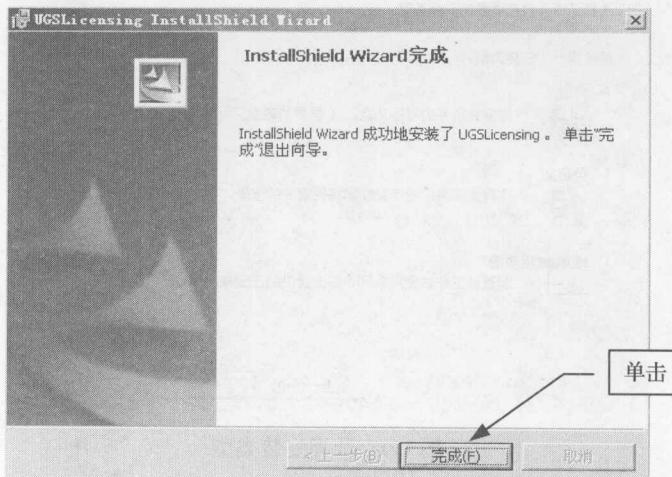

图1-7 完成许可证安装
9. 当安装完成后，单击对话框中的“完成(F)”按钮，如图1-7所示。